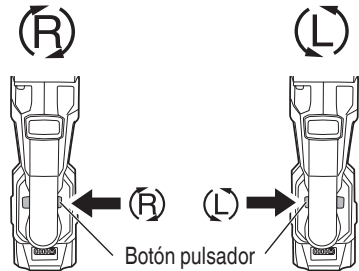

Fig. 15
6. Confirmar la dirección de rotación de la broca (Fig. 15)
La broca rota hacia la derecha (visto desde atrás) al oprimir el lado R del botón pulsador. (Fig. 15). Si oprime el lado L del botón pulsador, la broca gira hacia la izquierda.